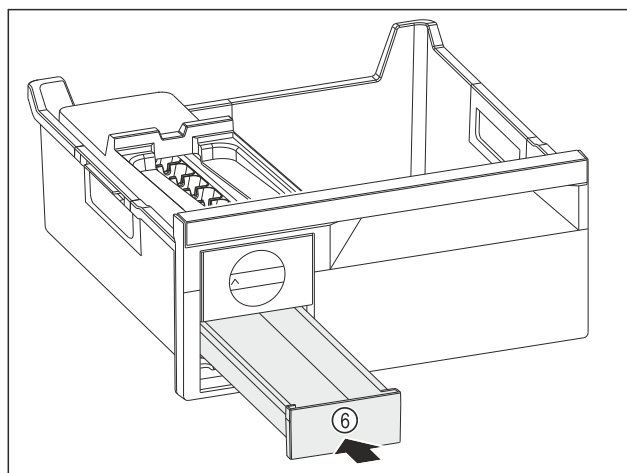

Fig. 217
- Вкарайте чекмеджето за ледени кубчета Fig. 217 (6).